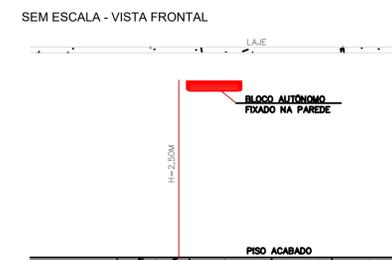

FIGURA 01 - INSTALAÇÃO CORRIMÃO/GUARDA-CORPO SEM ESCALA
5.8.1.2 A ALTURA DOS GUARDA-CORPOS, MEDIDA INTERAMENTE, DEVE SER, NO MÍNIMO, DE 1,05 M AO LONGO DOS PATAMARES, ESCADAS, CORREDORES, MEZANINHOS E OUTROS (VER FIGURA 01), PODENDO SER REDUZIDA PARA ATÉ 92 CM NAS ESCADAS INTERNAS, QUANDO MEDIDA VERTICALMENTE DO TOPO DA GUARDA A UMA LINHA QUE UNA AS PONTAS DOS BOCÓS OU QUINAS DOS DEGRÁUS.